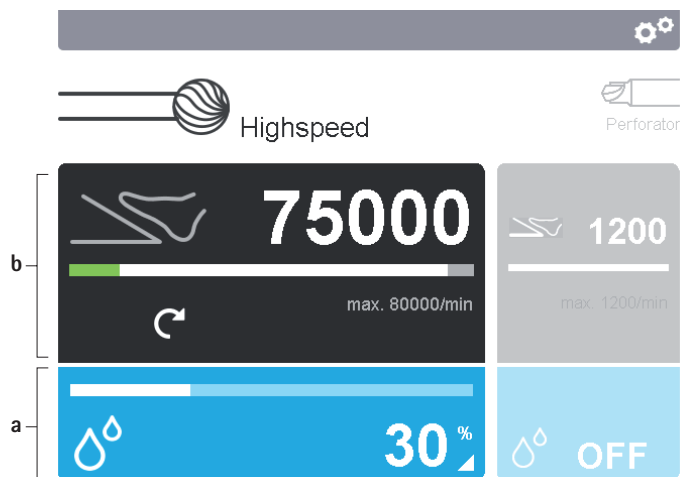

Fig. 5 Activación de los paneles de mando
- Modificación de los parámetros de ajuste del elemento de aplicación: Accionar el panel de mando del elemento de aplicación **b** en la pantalla **2**, ver Fig. 5.